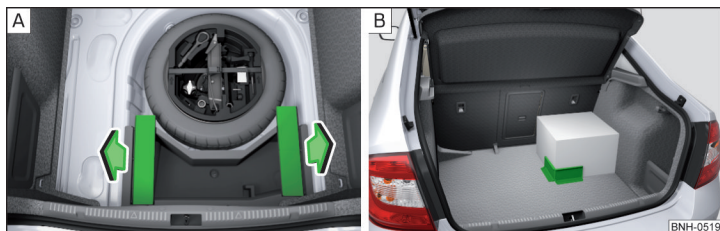

Fig. 93 Scoaterea elementelor Cargo/exemplu de fixare a încărcăturii prin intermediul elementului Cargo
- Pentru **utilizare**, scoateți elementele Cargo în sensul săgeților » fig. 93 - [A].
- Fixați încărcătura prin intermediul elementelor Cargo pe cât posibil în apropierea locurilor din spate » fig. 93 - [B].